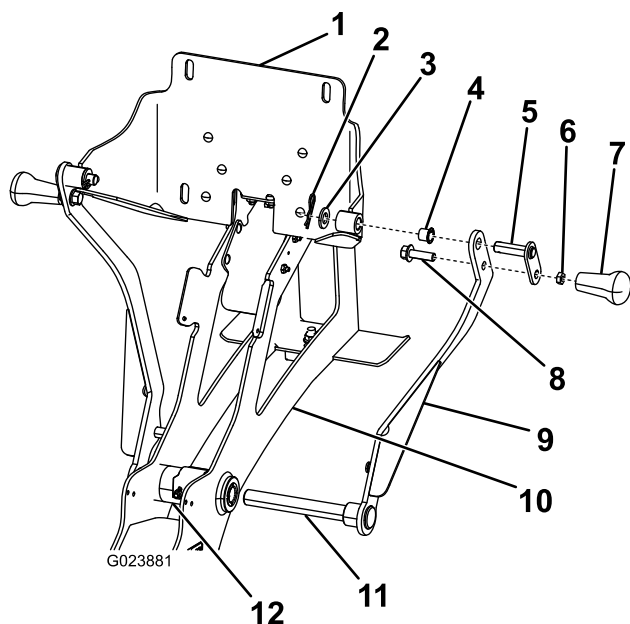

図 5
10. 右クレードルアームの軸を、蝶番シャフトに通す 図 5。
15. バックプレート・アセンブリにハンドルを固定する平ワッシャとヘアピンを使い、図5のように取り付ける。